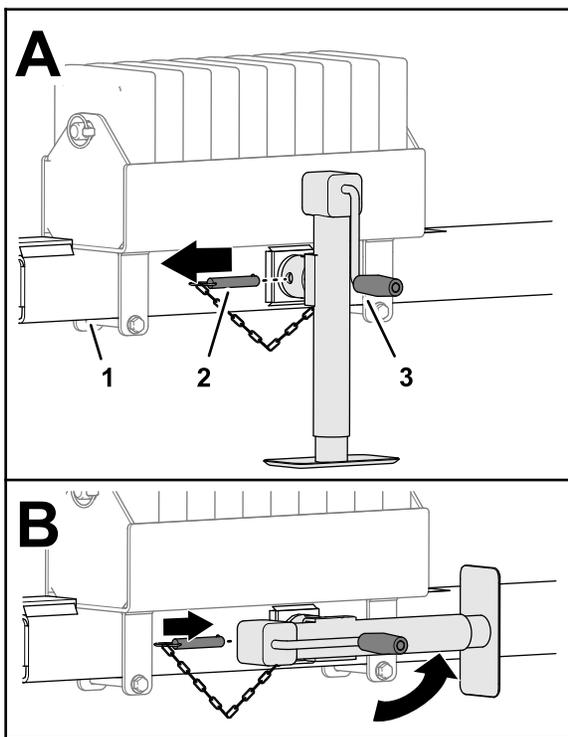

图 28
4. 拔出销图 28。
5. 水平旋转千斤顶图 28。
6. 将销穿透千斤顶和挂钩管上的水平孔图 28。